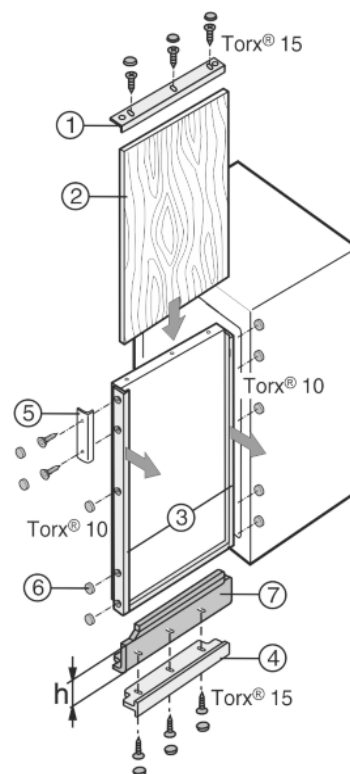

Fig. 7
Wenn bereits eine Dekorplatte vorhanden ist, diese aber in der Höhe zu klein ist, kann sie mit unterschiedlich hohen Ausgleichsblenden Fig. 7 (7) angepasst werden.
- Dekorrahmen Fig. 7 (1, 4) oben und unten abschrauben.
- An allen anderen Dekorrahmen Fig. 7 (3) die Schrauben nur lösen und die Dekorrahmen nach vorn schieben.
- Dekorplatte Fig. 7 (2) einschieben.
- Ausgleichsblenden Fig. 7 (8, 9) unten und/oder oben aufsetzen.
- Dekorrahmen Fig. 7 (1, 5) darüber setzen und festschrauben.
- Dekorrahmen Fig. 7 (3, 4) zurückschieben und festschrauben.
- Griff Fig. 7 (6) anschrauben.
- Auf alle Schraubenköpfe die Abdeckkappen Fig. 7 (7) aufrasten.